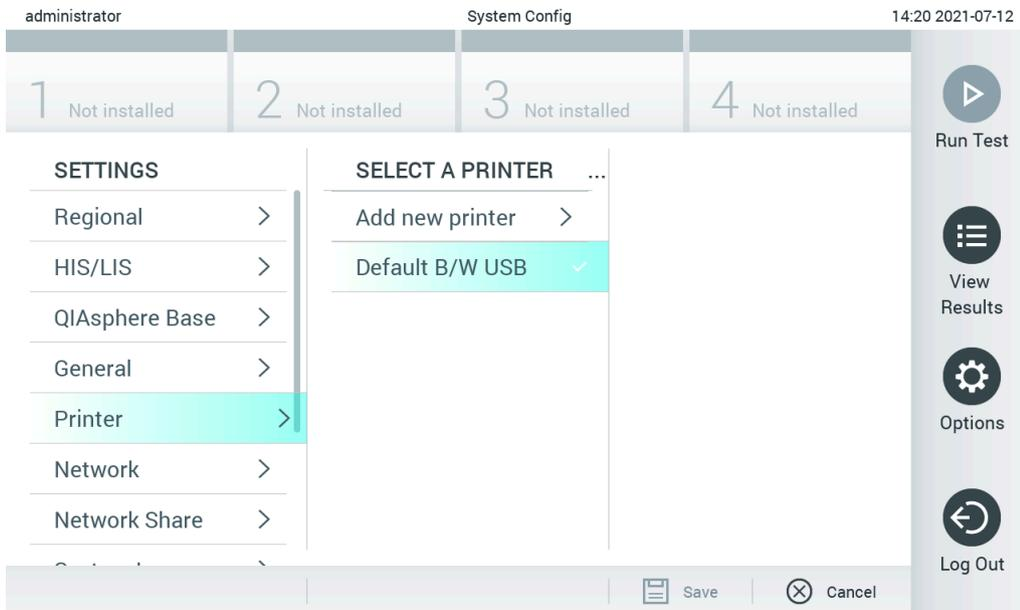

Abbildung 100. Druckerinstallation mit Standardtreiber
2. Wählen Sie den Standarddrucker mit dem Namen Default B/W USB aus (**Abbildung 100**)